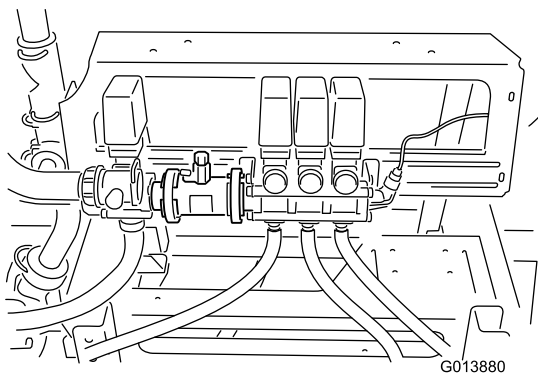

Рисунок 7
- F. Аккуратно переместите клапан стрелы в сборе в положение вровень с корпусом расходомера (Рисунок 7).